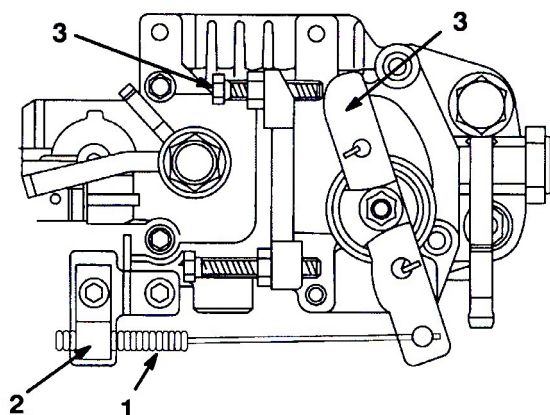

図47
1. エンジン側のスロットル・コントロール・レバー (図47) をSLOW位置にセットする。
2. スロットル・ケーブルをエンジンに止めているクランプをゆるめる (図47)。
3. 速度コントロール・レバーがアイドル調整ネジに当たるまでケーブルをしっかりと引く (図47)。
2. アイドル調整ネジ (図47) のロックナットをゆるめる。